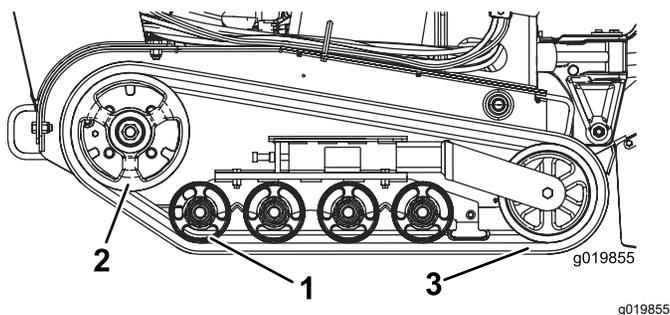

図 44
**重要** 走行ホイールと駆動ホイールも完全に洗浄してください 図 44。洗浄されているロードホイールは自由に回転します。
8. 駆動ホイールからスタートして、新しいクローラをホイールに巻きつけるようにして取り付けるクローラについている爪がホイールの溝にはまるように取り付けること 図 44。
9. 後ロードホイールと中央ロードホイールの下と間にクローラを押し込むようにして取り付ける 図 44。